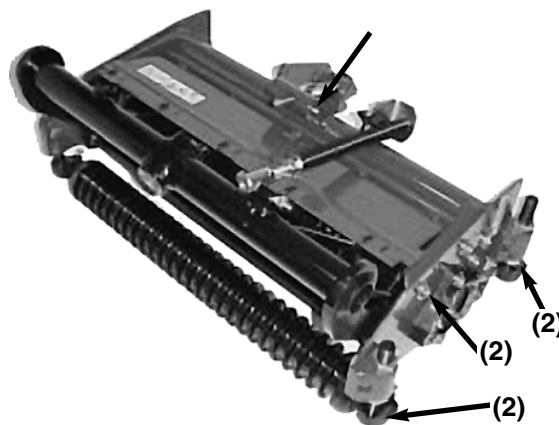

Figure 20
Chaque unité de coupe comporte (7) graisseurs (Fig. 20) qu'il convient de lubrifier régulièrement avec de la graisse universelle au lithium N° 2.